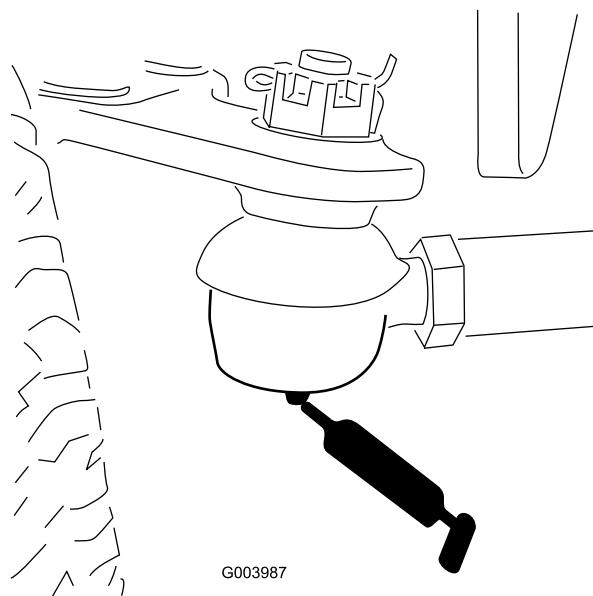

Figura 66
- Tirante del ponte posteriore (2) (Figura 66)